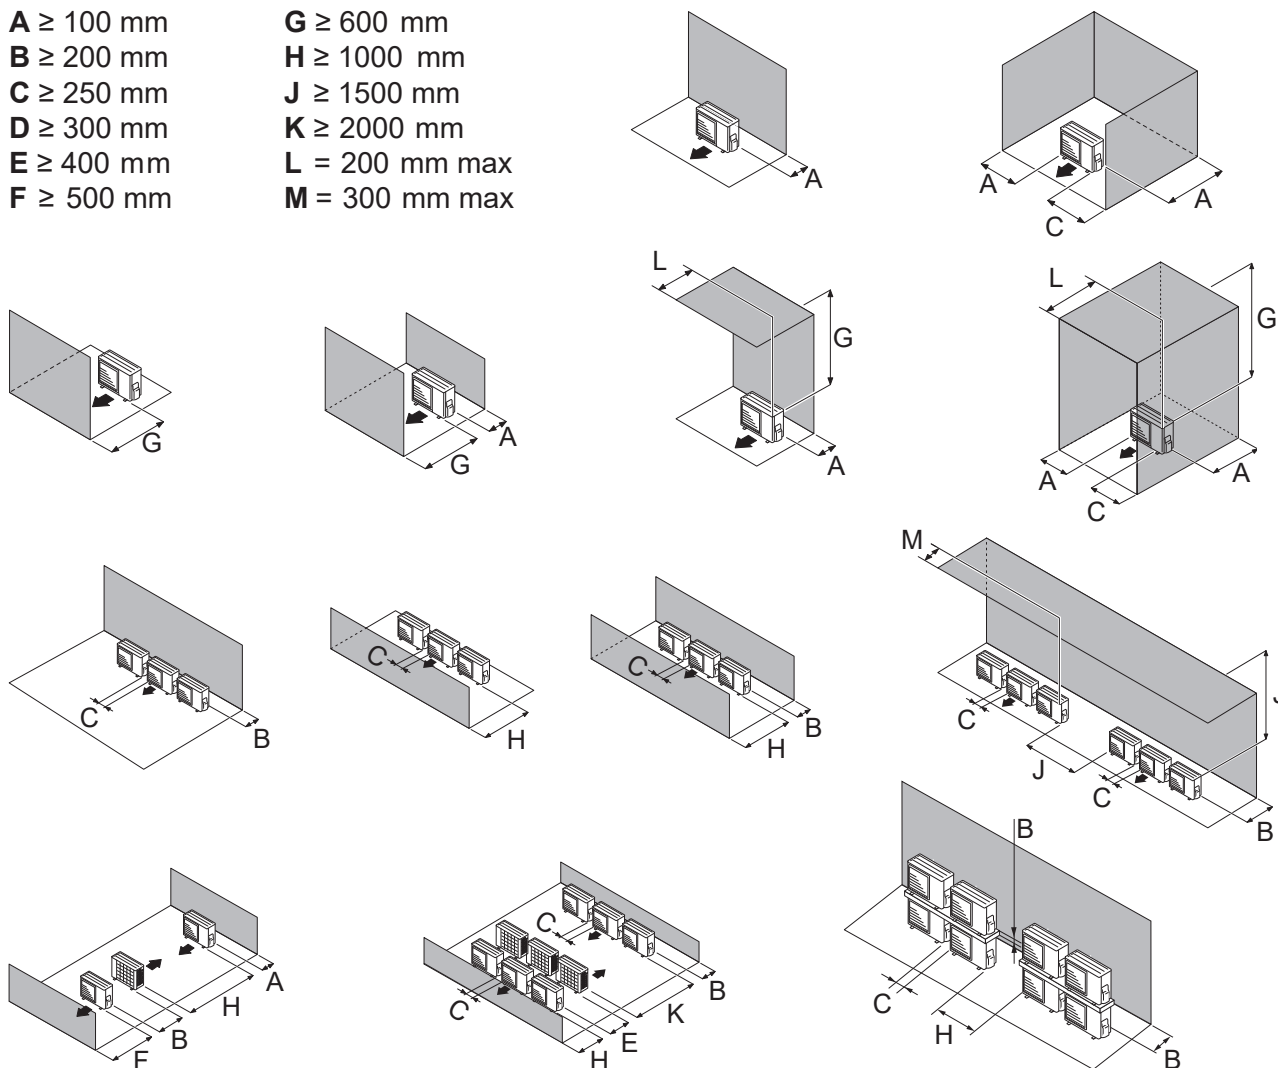
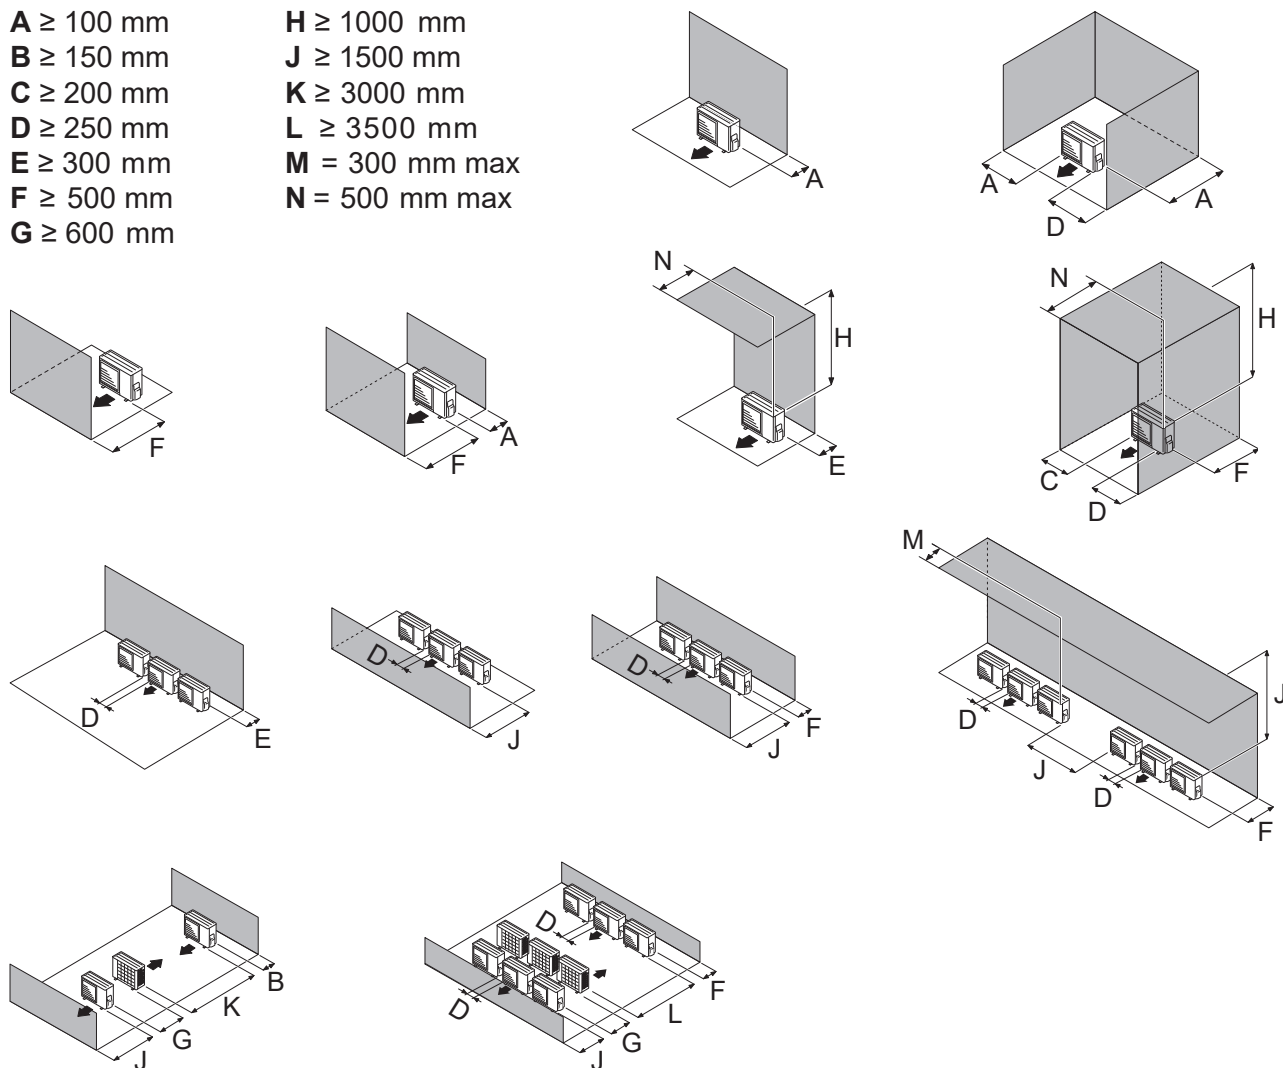

fig. 16 - Dégagements minimum d'installation autour de l'unité extérieure (modèle 3, 5, 6 et 8)
fig. 17 - *Dégagements minimum d'installation autour de l'unité extérieure (modèle 10)*
- L'appareil doit être parfaitement accessible pour les travaux d'installation et de maintenance ultérieurs (fig. 16 et fig. 17, page 18).
- Aucun obstacle ne doit entraver la circulation de l'air à travers l'évaporateur et en sortie du ventilateur (fig. 16 et fig. 17, page 18).